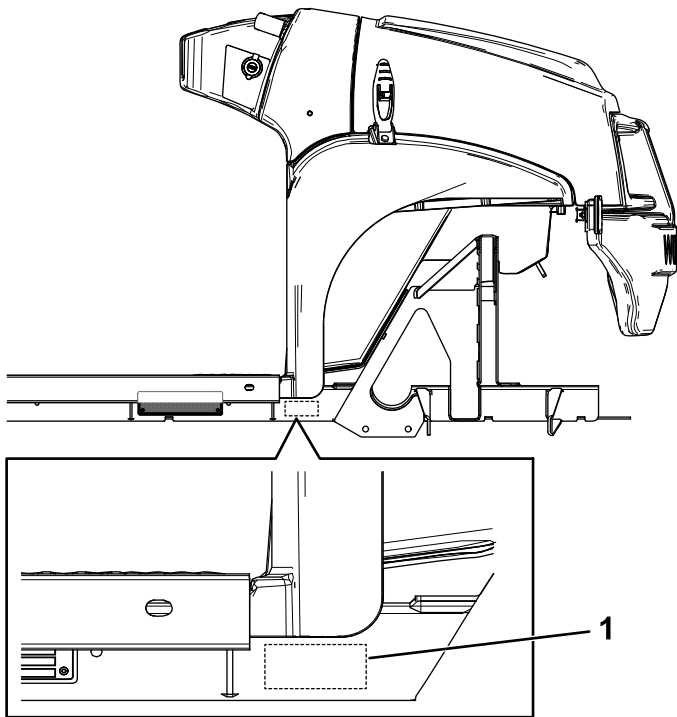

Bild 7
2. Schlagen Sie die Seriennummer der Maschine in der in **Bild 7** dargestellten Position ein.